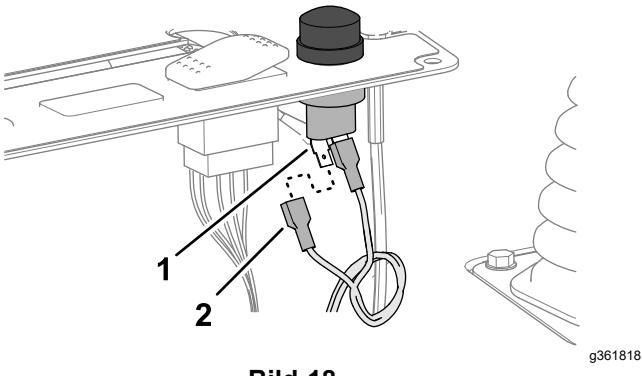

Bild 18
- 4. Schließen Sie die beiden Stecker des Kabelbaums mit der Aufschrift HORN SWITCH (Hupenschalter) an die Anschlüsse des Hupenschalters an (**Bild 18**).